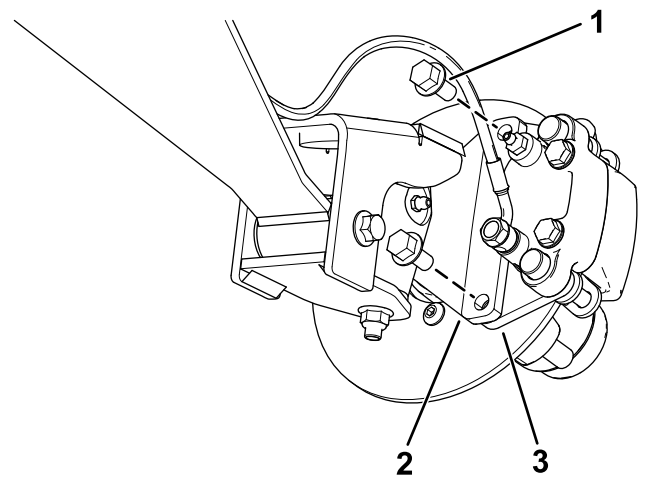
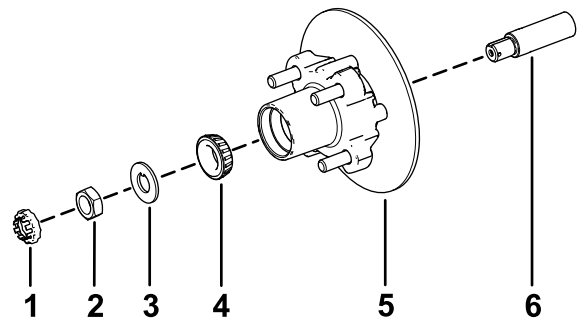

Figure 25
Figure 29
3. Retirez les boulons à embase ($\frac{3}{8} \times \frac{3}{4}$ po) qui fixent le support du frein à la fusée et séparez le frein de la fusée (Figure 25).
1. Appliquez une fine couche de la graisse spécifiée sur la fusée (Figure 29).
2. Montez le moyeu et le disque sur la fusée, en plaçant le disque à l'intérieur (Figure 29).
3. Montez le roulement extérieur sur la fusée et poussez-le contre la bague extérieure (Figure 29).
4. Placez la rondelle à languette sur la fusée (Figure 29).
5. Vissez l'écrou de fusée sur la fusée et serrez-le à 15 N·m (11 pi-lb) tout en tournant le moyeu pour asseoir le roulement (Figure 29).
2. Placez les plaquettes de frein de chaque côté du disque (Figure 25), puis alignez les trous du support d'étrier et les trous du support de frein sur le porte-fusée (Figure 29).
3. Fixez le support d'étrier au porte-fusée (Figure 25) à l'aide des 2 boulons à embase ($\frac{3}{8} \times \frac{3}{4}$ po).